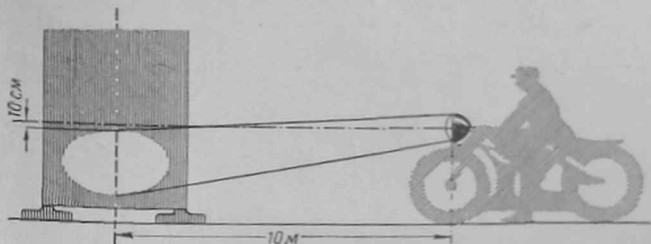

Рис. 57. Схема проверки установки фары
**Установка фары** в правильное положение производится следующим образом (рис. 57):